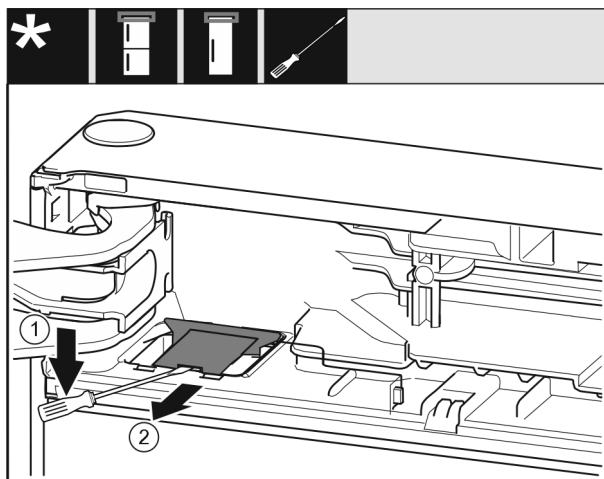

Fig. 13
- Pattintsa ki a fedelet Fig. 13 (1) lapos csavarhúzóval.
- Vegye ki a fedelet Fig. 13 (2).